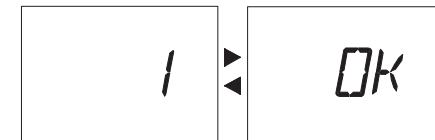

Рис. 37
- Через 5 секунд после ввода желаемого значения **Расходометра** произойдет автоматическое сохранение настройки, после чего на ЖК-дисплее отобразится надпись **OK** (Рис. 37) в качестве подтверждения сохранения.